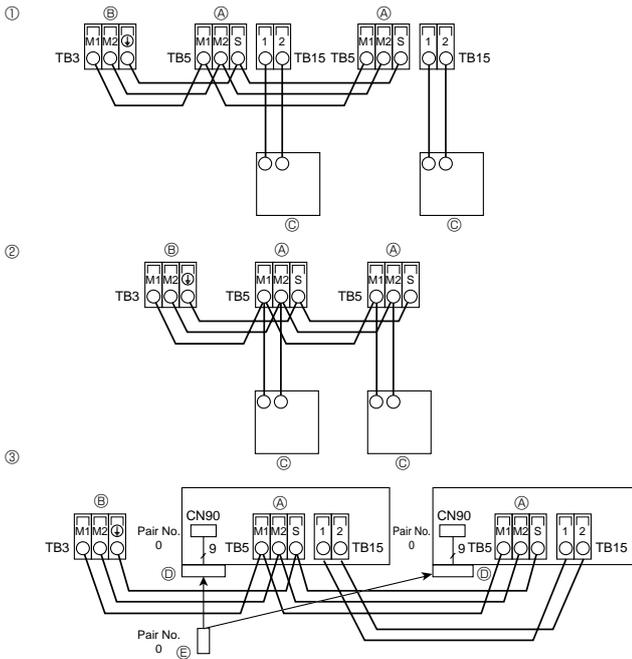

Fig. 4-3
4.4. Σύνδεση ελεγκτού εξ αποστάσεως, καλωδίων μεταφοράς εξωτερικών και εσωτερικών μονάδων (Fig. 4-3)
- ① Ελεγκτής εξ αποστάσεως MA
- ② Ελεγκτής εξ αποστάσεως M-NET
- ③ Ασύρματο τηλεχειριστήριο (Κατά την εγκατάσταση δέκτη ασύρματου σήματος)